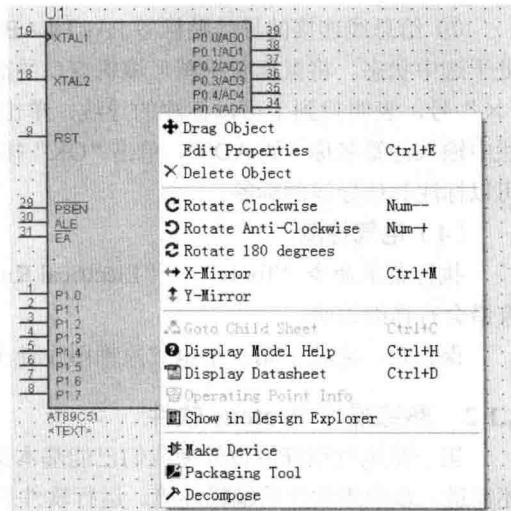

图 2-6 旋转元件
d. 若需要旋转元件，鼠标右键选中对象，颜色变红并弹出对话框，选择旋转图标即可，如图 2-6 所示。